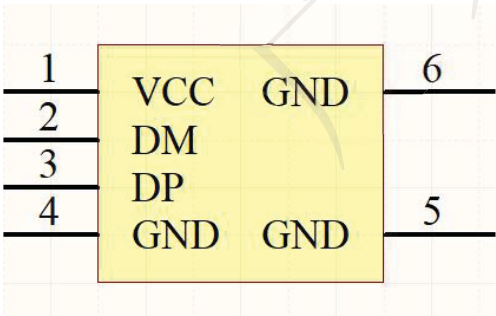

图 1
- 1、在原理图库文件 202006201.SchLib 中，根据图 1 给出的元件示意图绘制原理图库元件，要求元器件管脚序号与图 1 标注的保持一致，命名为 USB-B-90，并在抄画原理图中调用；